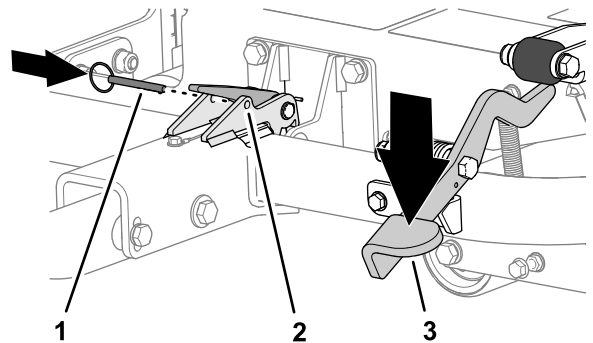

Figura 20
3. Pise el pedal de cierre de la barra de tracción hasta que la barra de tracción se bloquee en su sitio (Figura 20).
4. Inserte el pasador de bloqueo a través de los orificios en el cierre (Figura 20).